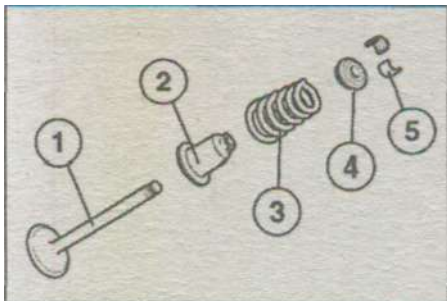
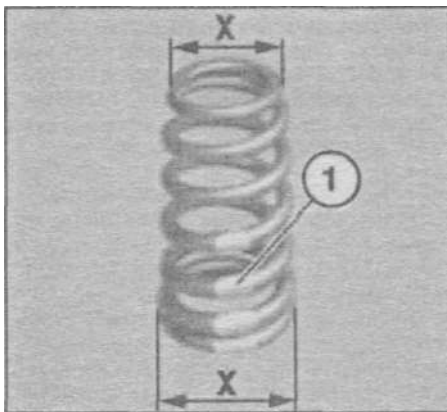

Рис. 3.225. Клапан.
Рис. 3.226. Пружина.
2. Используя приспособление "11.9.015", установленное на тарелку пружины, отжать пружину вниз, зафиксировать данное положение приспособлением "11.9.011". Вынуть сухари (5, рис. 3.225), тарелку (4) и пружину (3) клапана (1).
3. Порядок расположения элементов клапанов для сборки показан на рис. 3.225. Маркировка пружины наносится на нижний коней пружины (большого диаметра, рис. 3.226). Маркированный конец пружины направлен в сторону головки блока цилиндров.